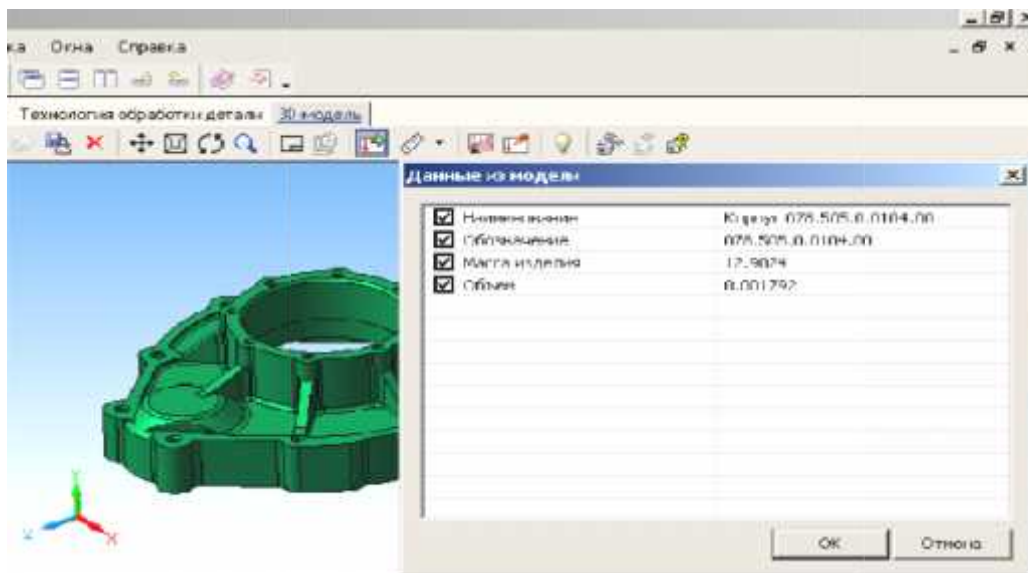

Рис.1.2
4. Нажмите кнопку *Получить данные с модели*. Поставьте галочку в ячейке *Атрибуты детали* и нажмите *ОК* (рис.1.2).